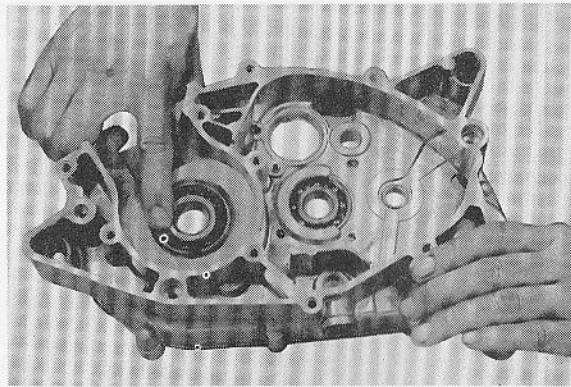

Fig. 3-3-35
- a. After cleaning and lubricating bearings, rotate inner race with a finger. If rough spots are noticed, replace the bearing. (Fig. 3-3-35)
- a. Après nettoyage et graissage des roulements, faire tourner la bague intérieure avec un doigt. Si des points durs sont perceptibles, remplacer le roulement. (Fig. 3-3-35)